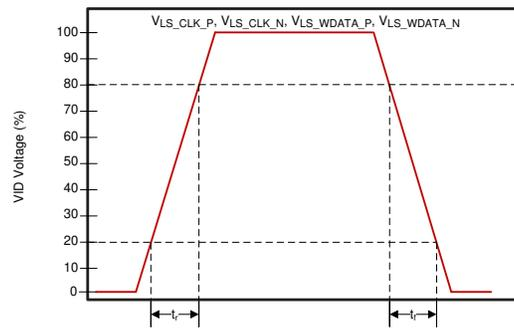

図 5-6. LSIF 立ち上がり/立ち下がり時間のスルー
- (2) LSIF の立ち上がり時間および立ち下がり時間について、図 5-6 を参照します。